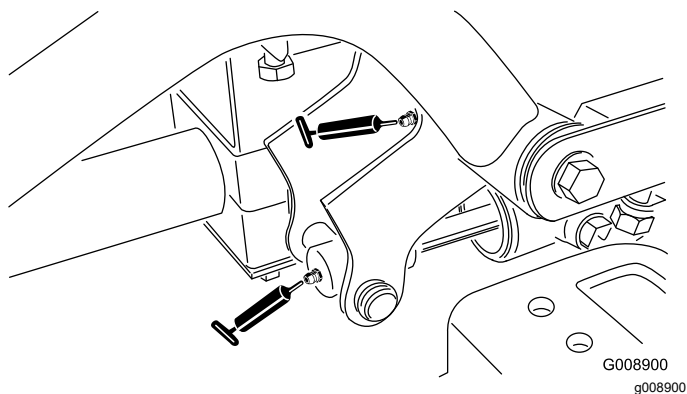

Figura 65
- Perno del braccio di sollevamento destro anteriore e cilindro di sollevamento (2 raccordi – Figura 65)